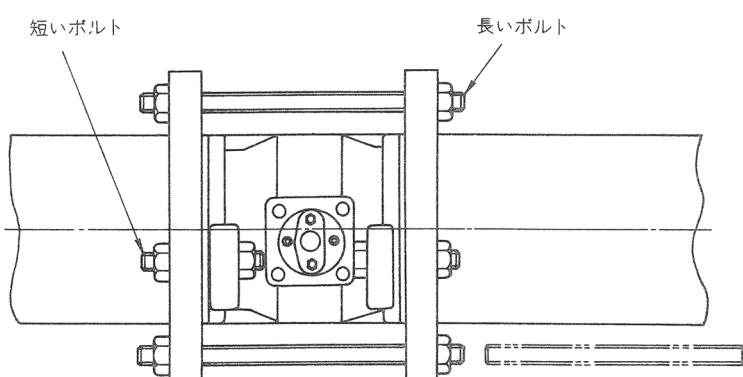

図2-3 配管への取り付け
- 【4】 配管用ガスケットをセットし、上半分のボルトを通してください。ボルトについては、図2-3と表2-2を参照してください。